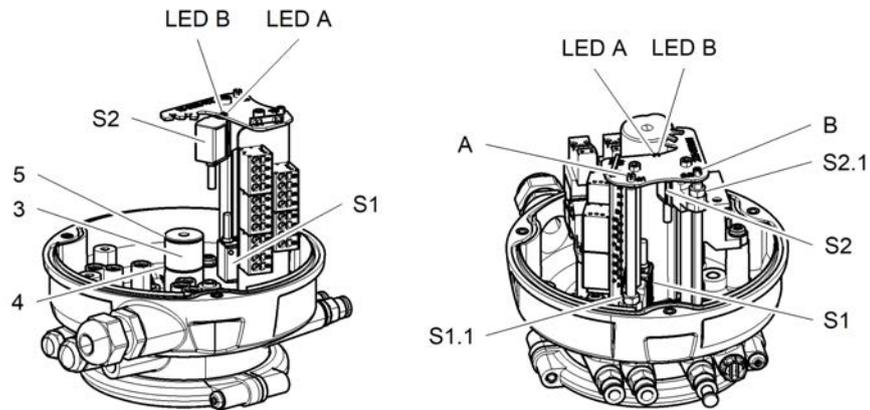

Abb.39: Steuerkopf ohne Pneumatikblock dargestellt
3. Den Sensor S1 durch Linksdrehung (gegen den Uhrzeigersinn) in den Erfassungsbereich (3) des Targets bewegen, bis die grüne LED A leicht anfängt zu leuchten (in Abb. 39 orange Linie).
4. Zur Einstellung der Toleranz je nach Ventiltyp ab Beginn der LED-Anleuchtung A die notwendige Spindelumdrehung durch Linksdrehung (gegen den Uhrzeigersinn) gem. Tabelle 1 ergänzen um die notwendige Toleranzzugabe zu ergänzen (in Abb. 39 grüne Linie).